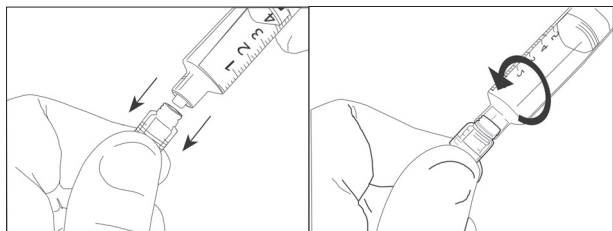

図25 シリンジとLASSの接続方法
- (3) 医療機関の手順に従い、LASSをアルコールを含む消毒液で拭きます。
- (4) 挿入および抜去後にLASSの隔壁がつぶれるのを防ぐため、採血には、ISO-594またはEN 20594-1に適合する採血用シリンジを使用してください。
- (5) シリンジをLASSに対してまっすぐに、時計回りに回転させながらゆっくりと差し込み、慎重にシリンジを接続します(図25)。